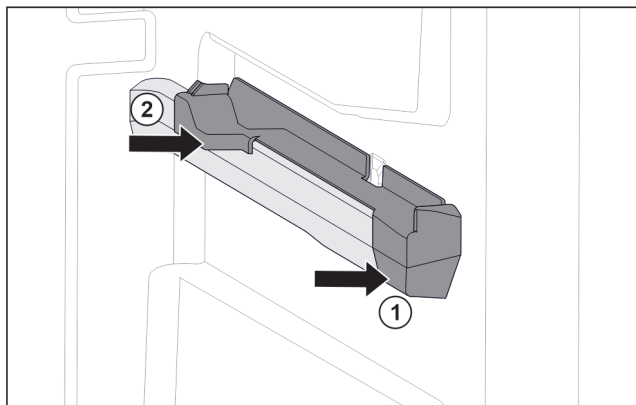

Fig. 53 Наставка върху дясното ребро на съда
- ▶ Поставете наставката отпред към реброто на съда. Fig. 53 (1)
- ▶ Притиснете наставката отзад. Fig. 53 (2)